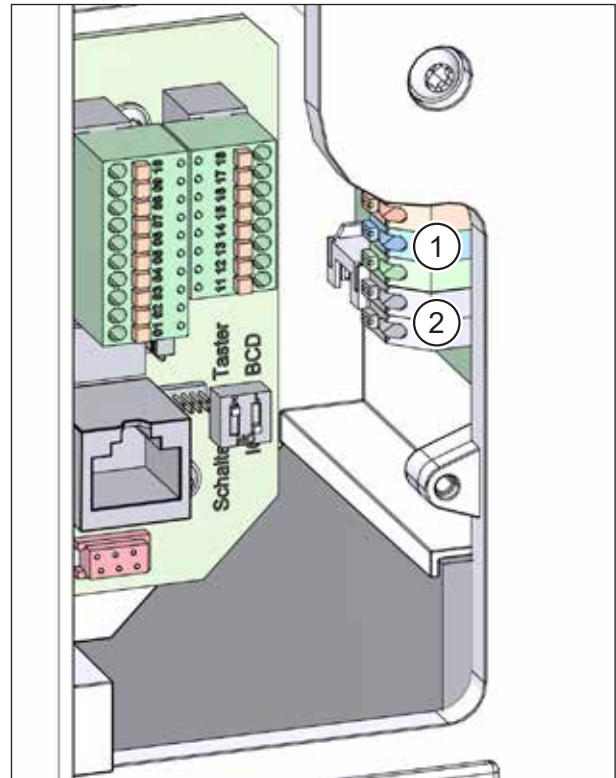

Abb. 48: Option M-WRG-II O/EGG-AUS anschließen
- ▶ Schließen Sie ggf. die Steuerkabel für den Störmeldeeingang (Pos. 1 in Abb. 48) und/oder den Eingang „Gerät AUS“ (Pos. 2 in Abb. 48) an der Anschlussplatine im Lüftungsgerät an (siehe Schaltplan und Beschreibung in Abschnitt 10.9.3 auf Seite 31).